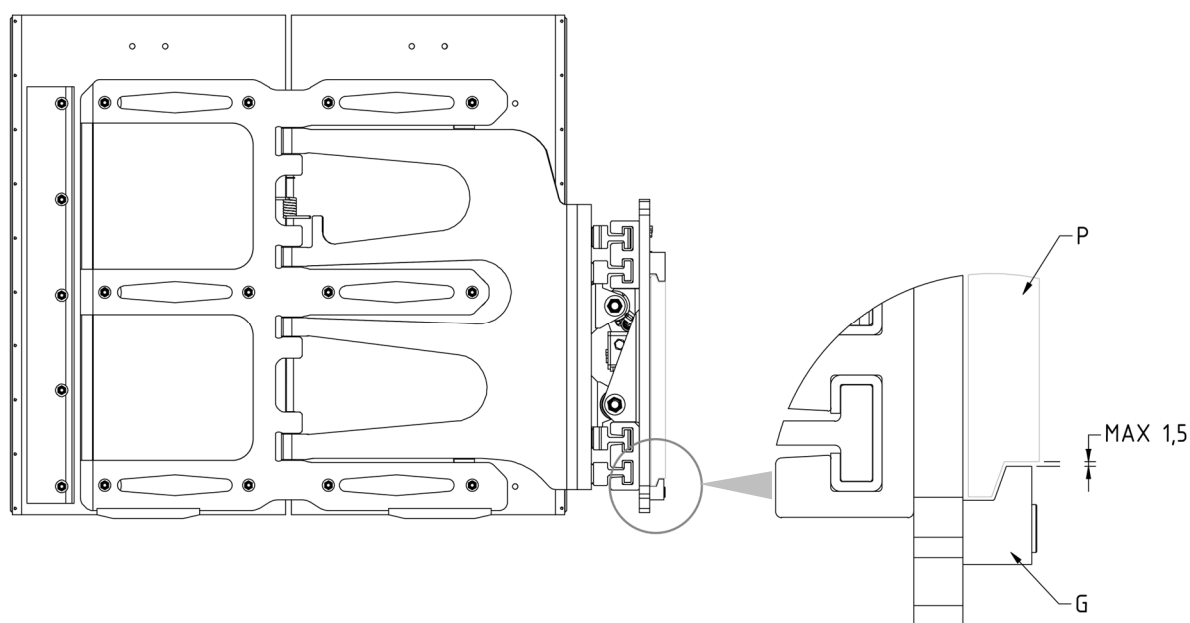

Figura 4
7. Volver a atornillar los 2 ganchos inferiores G de modo que el cuerpo de estos quede enganchado también por debajo de la placa portahorquillas P (con holgura máx. 1,5 mm, ver detalle *Figura 4*), apretando con el par de apriete indicado en la *Tabla 3*.